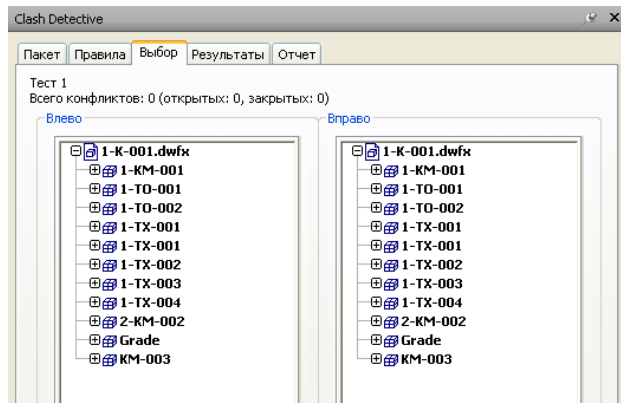

Рис. 133
- Чтобы выбрать части проекта для поиска коллизий, в левом и правом окнах нажмите на «+» слева от **1-K-001.dwfx** (Рис. 133).